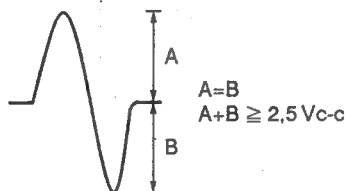

Figure 8
3. Tout en regardant l'écran de l'oscilloscope, appuyer sur la touche PROGRAM et observer la forme d'onde de la Figure 8, pendant quelques instants. Vérifier que l'amplitude atteint au moins 2,5 Vc-c et que les amplitudes positive et négatives soient égales. Comme la forme ne sort que pour un moment, quand la touche PROGRAM est enclenchée, appuyer sur à plusieurs reprises sur cette touche, jusqu'à ce que la forme d'onde ait été vérifiée.